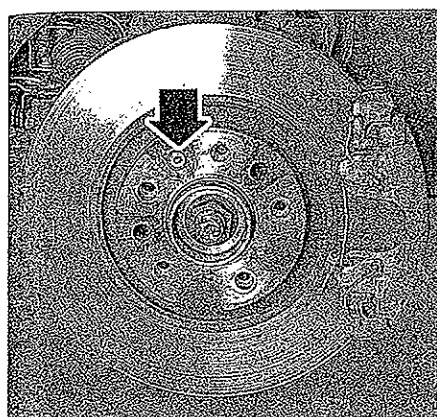

FIG. 10
- Desmontar el tornillo de retención del disco de freno (fig. 10).